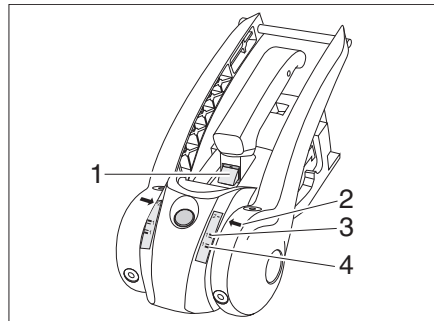

Fig. 170 Control de desgaste de forros de fricción
- Si la marca verde es visible (Fig. 170,1), los forros de fricción delanteros y traseros están todavía en orden. Si la marca verde ya no es visible, deben cambiarse los forros de fricción.
- Si la flecha (Fig. 170,2) está por debajo de la marca Softdock 1 verde, (Fig. 170,4) los forros de fricción a derecha e izquierda están en orden. Si la flecha (Fig. 170,2) está por encima de la marca Softdock 1 roja, (Fig. 170,3) los forros de fricción a derecha e izquierda deben cambiarse.
- Si la marca verde es visible (Fig. 170,1), la bola del acoplamiento está en orden. Si la marca verde ya no es visible, el diámetro de la bola del acoplamiento < es 49 mm, y debe cambiarse la bola del acoplamiento.